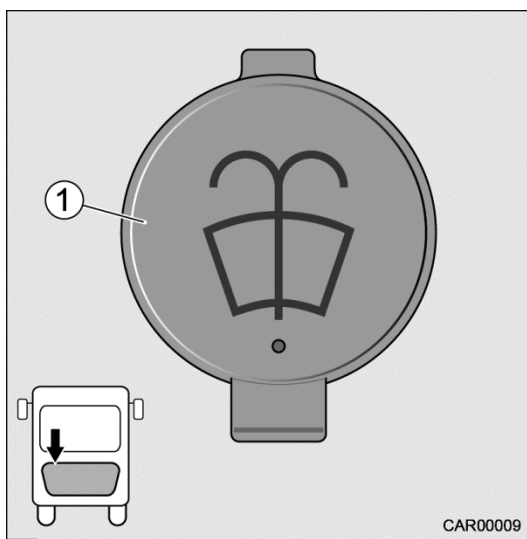

Fig. 15 Réservoir à liquide lave-glace
2. Ouvrir le bouchon de carburant (Fig. 15/1).
4. Fermer le bouchon de carburant (Fig. 15/1).